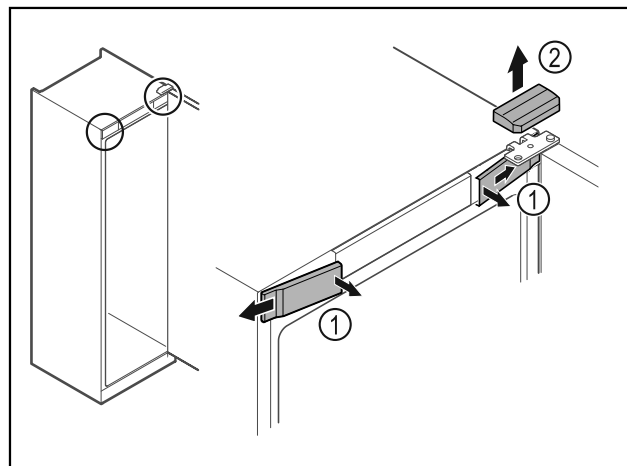

Fig. 16
- ▶ Lossa skydden fram Fig. 16 (1) på insidan och ta av dem åt sidan.
- ▶ Ta av det övre skyddet Fig. 16 (2) uppåt.